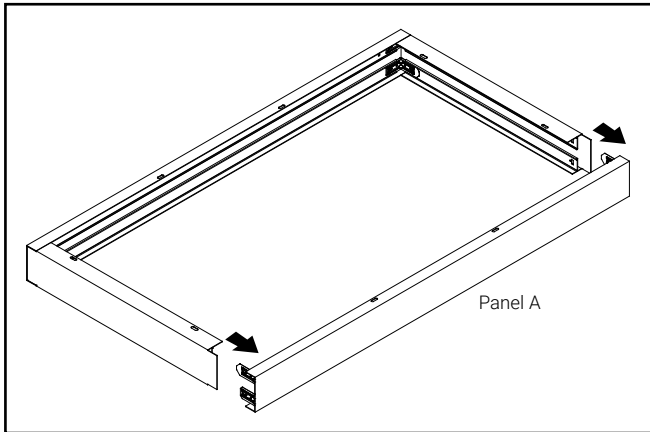

Figura 4
9. Retire el panel de acceso A y déjelo a un lado (Figura 4).